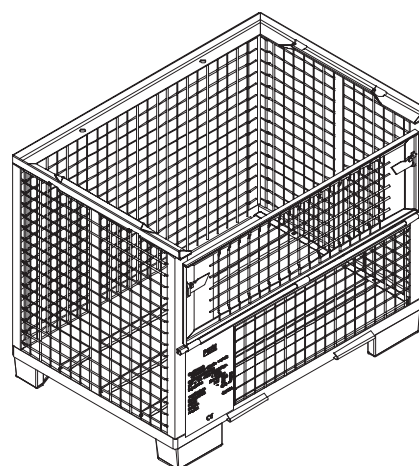

Fig. A1.02
6. Des palettes PERI et angles de levage sont disponibles pour un transport ménageant le matériel. (Fig. A1.02)